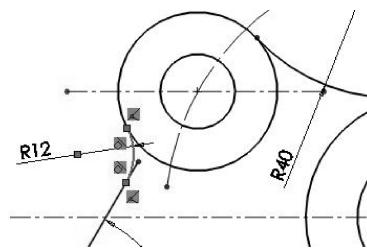

图 2-154 绘制与圆、直线相切的圆弧
- 22 同理，在图形区另一位置绘制半径为 12 的圆弧，添加几何约束关系，使其与角度直线和圆相切。如图 2-154 所示。